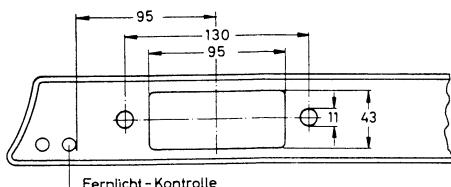

Abb. 1
⑥ 1 Federscheibe	A 4 DIN 137 St.
⑦ 1 Sechskantschraube	M 4x8 Sz DIN 933 St.
⑧ 1 Linsenblechschaube	B 4, 2x13 DIN 7981 St.
⑨ 1 Batterieanschlükkabel 1000 mm	1457 - 144
⑩ 1 Zierrahmen	1457 - 340
⑪ Skala	(im Autosuperkarton)
⑫ 2 Ziermuttern	1457 - 103
⑬ 1 Steckschlüssel	1457 - 104
⑭ Drehknöpfe	(im Autosuperkarton)
- Ausschnitt im Armaturenbrett nach Abb. 1 ausarbeiten. Abstandsringe ② auf die Bedienungsachsen des Autosupers ① stecken, Gerät hinter das Armaturenbrett in den Ausschnitt führen und mit den Scheiben ③ und Sechskantmuttern ④ festschrauben (Abb. 2).